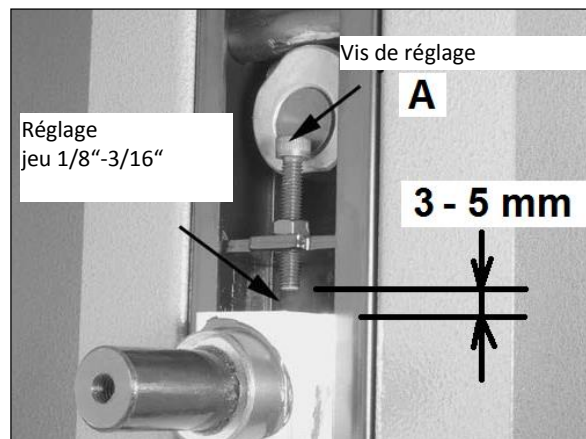

Fig 38
**JWBS-15 et JWBS-18 :** Tournez la vis de réglage (A, Fig 38) jusqu'à ce que le jeu entre la vis et la charnière de l'arbre de la roue soit de 3 à 5mm.